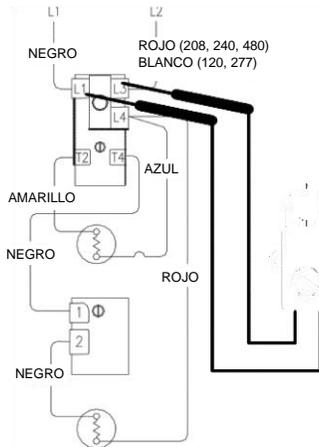

Figura 2
5. Compruebe el voltaje de línea en los terminales L1 y L3 del termostato superior (consulte la figura 2).